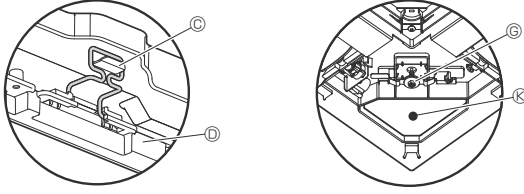

Fig. 7-7
- Vidayı sıktıktan sonra (Fig. 7-7) iki izgara kancasının ana üniteye kancalara tutturulduğundan emin olun.